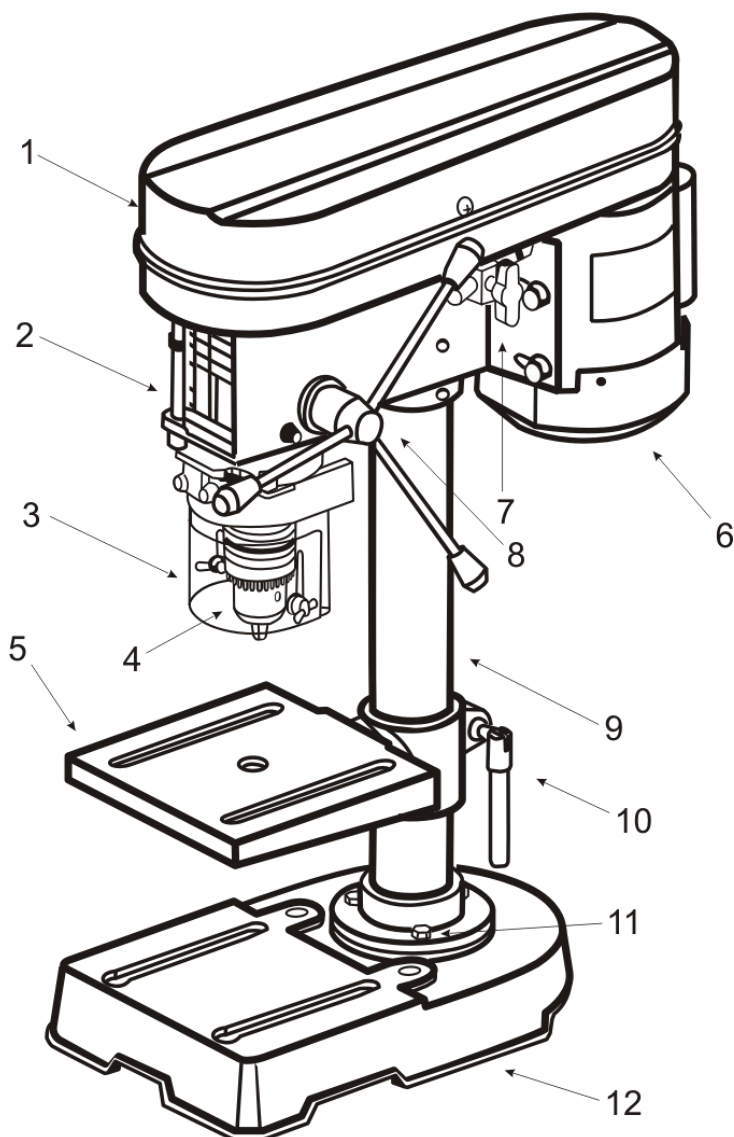

Рис. 1
- Установите опорную плиту (12) (См. Рис.1) на ровной, устойчивой поверхности рабочего верстака.
- Закрепите колонну (9) в опорной плите (12) с помощью болтов (11) (См. Рис.1,2).
- Установить держатель стола (10) (См. Рис.1,2) на колонну так, чтобы стол находился над ней, после чего закрепить стол в требуемом положении с помощью ручки.
- Сделайте подачу шпинделя вниз, прокрутив ручку (8) (См. Рис.1). Конус шпинделя войдет в зацепление с коническим отверстием в патроне, и надежно зафиксируется.
- Откройте защитный кожух (1)(См. Рис.1), ослабив для этого винты с ее правой стороны.
- Ослабьте крепежный винт (7) и сместите электромотор(6)(См. Рис.1) в направлении головной части станка, после чего становится возможным снятие клинового ремня.
- Рабочий стол (5) крепится к колонне и регулируется по высоте путем ослабления ручки фиксации (10) (См. Рис.1,9).
- Подача сверла осуществляется вручную с помощью 3-рычажной ручки подачи сверла (8) (См. Рис.1,9). Скорость вращения шпинделя определяется числом оборотов шпинделя и диаметром сверла. Правильный выбор подачи и задаваемого числа оборотов шпинделя является определяющим с точки зрения срока службы сверла. В этом отношении рекомендуем придерживаться следующего основного правила: при большом диаметре сверла следует задавать более низкое число оборотов шпинделя; чем выше твердость рассверливаемой заготовки, тем выше должно быть усилие нажатия сверла.